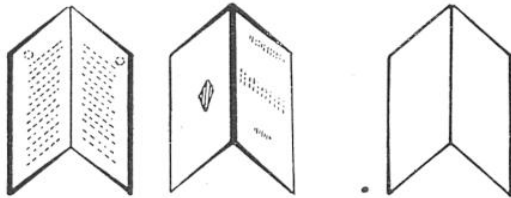

FIG. 40, 41 ET 42. — LE LIVRE DE MACH
1^o La plus simple a été décrite par le grand physicien autrichien Ernst Mach (1838-1916) ; elle est connue sous le nom de *livre de Mach* (1886) et représentée par la figure 42 : est-ce la tranche (fig. 40) ou le dos (fig. 41) qui est tourné vers nous ? Voici les indications que donne le psychologue américain E.-B. Titchener : « Si vous fixez une ligne extérieure (1) ou si vous déplacez votre regard de l'extérieur de la figure vers l'intérieur, vous verrez le livre ouvert de votre côté (2). Si, au contraire, vous fixez la ligne médiane (1) ou si vous déplacez votre regard de l'intérieur vers l'extérieur, c'est le dos du livre que vous verrez (3). Et, si vous pensez que le livre se
(2) Apparence de la figure 40.
Grâce aux détails qu'elles comportent, les figures 40 et 41 évoquent respectivement un livre dont l'intérieur est tourné vers nous et un livre dont nous voyons la couverture. En l'absence de tout repère (fig. 42), on perçoit tantôt l'une, tantôt l'autre de ces apparences. C'est ce que l'on nomme une perspective réversible.